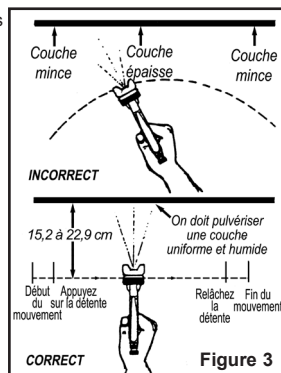
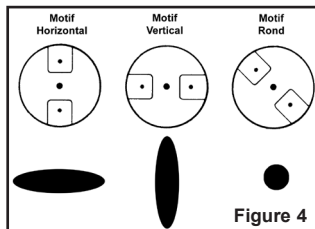

Figure 3
Figure 4
- Méthode de pulvérisation. Tenez le pistolet à une distance variant entre 15 et 23 cm de la surface de travail et déplacez-le d'un côté à l'autre en appuyant sur la détente pour pulvériser les matériaux. Pour éviter l'apparition de grumeaux, de coulures et de marques de raccords, maintenez le pistolet en mouvement en tout temps avant, pendant et après avoir appuyé sur la détente (voir Figure 3). En pulvérisant de gauche à droite, utilisez le motif vertical et en pulvérisant de haut en bas, utilisez le motif horizontal (voir Figure 4). Exercez-vous en peignant sur du matériel de rebut ou du carton jusqu'à ce que les résultats de vos essais de recouvrement soient acceptables en effectuant des réglages comme suit :
c. Forme du motif de pulvérisation (voir la figure 4) : desserrez la bague de retenue et tournez la tête d'air pour le motif de pulvérisation voulu. Resserrez la bague de retenue à la main après l'ajustement.